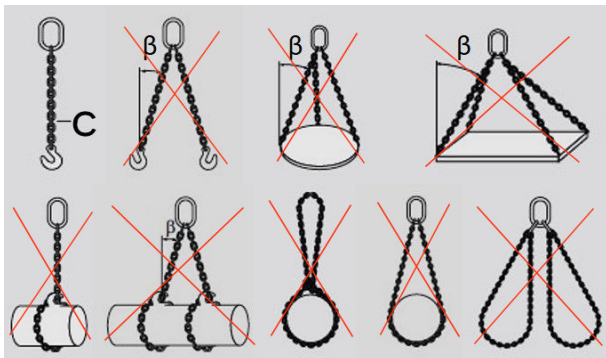

Bild 2: Anschlagart für zwei Anschlagketten
Anschlagketten wie in Bild 2 dargestellt zum Heben von Lasten einstellen.
- ▶ Für die Anschlagketten nur die Anschlagart (C) verwenden, wie in Bild 2 dargestellt. Den maximalen Neigungswinkel von 30° nicht überschreiten.